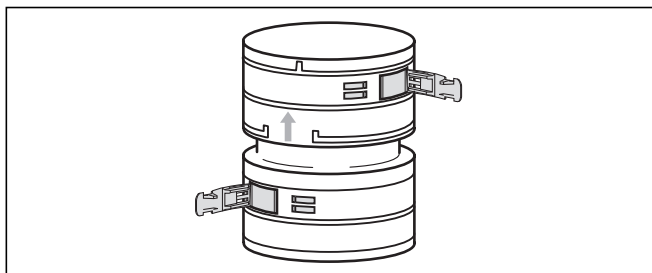

Рис. 6.56 Соединительный элемент
- При необходимости сначала монтируйте соединительный и элемент для очистки (см. рис. 6.56 и 6.57).
Вместо того, чтобы обматывать гибкий дымоход по всей длине за один раз, Вы можете использовать отрезки и соединять их соединительными элементами (Арт. № 303512, рис. 6.56) или элементом для очистки (Арт. № 303511, рис. 6.57).